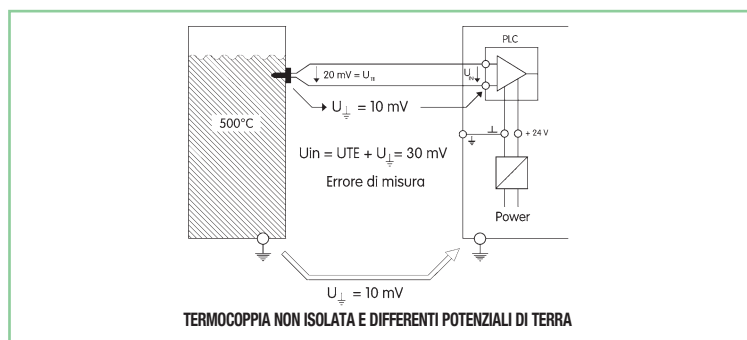
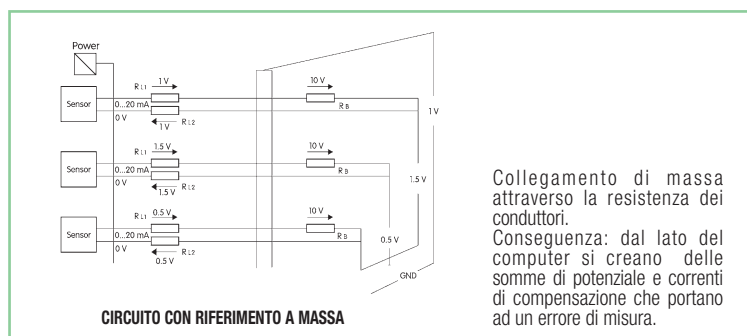

fig. 3
fig. 4
- isola e separa elettricamente il circuito del sensore, dal circuito di controllo e dal circuito di alimentazione; quindi ogni circuito lavora riferito al proprio potenziale zero che, essendo isolato dagli altri circuiti, non può essere alterato dalle differenze di potenziale sempre presenti tra riferimenti di terra diversi. (fig.3 e fig.4)